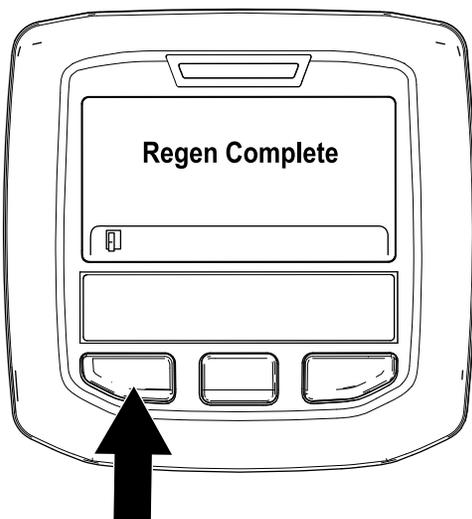

Рисунок 51
9. Регенерация с парковкой будет завершена, когда на дисплее инфо-центра появится сообщение «Regen Complete» («Регенерация завершена»). Для перехода на главный экран нажмите левую кнопку (Рисунок 51).